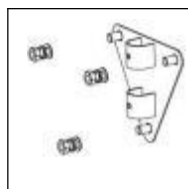
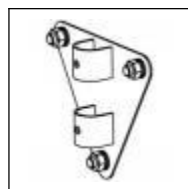

Fig.3 .
Fig.4 .
3). Installez le panneau mural (2) sur le mur et serrez l'écrou (3). Vous aurez peut-être besoin d'une petite clé. Voir (Fig. 3) (Fig. 4).